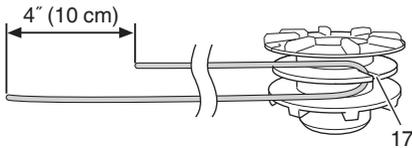

Fig. 22
- (2) Tras retirar la caja, saque el rollo y deseche la línea restante.
- (3) Doble la nueva línea de nylon (aprox. 10 cm) por la mitad tal y como se muestra en la imagen. Enganche el extremo en forma de U de la línea de nylon en la ranura (17) de la división central del rollo.
- Bobine ambas mitades de la línea en el rollo en la misma dirección, manteniendo cada mitad de la línea en su propio lado de la separación. (Fig. 22)